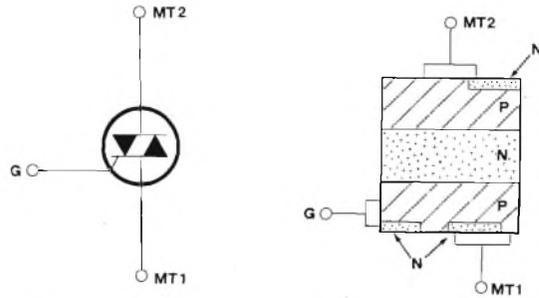

Fig. 210 - Simbolo del triac e struttura schematica interna.
**I**l triac non è altro che un tiristore-triodo che può rimanere bloccato o condurre sia in senso diretto che in senso inverso. Questo stesso funzionamento può essere ottenuto, come è noto, collegando due normali tiristori in antiparallelo. A parte però il maggior ingombro richiesto (specialmente per ciò che riguarda i radiatori di calore), questa seconda soluzione ha l'inconveniente di richiedere due sistemi di produzione di impulsi di innesco separati, a differenza del triac che invece permette di ottenere lo stesso risultato impiegando un unico sistema di produzione di impulsi di innesco. Il triac infatti possiede un unico elettrodo di controllo. Inoltre, a differenza del tiristore, il triac può essere portato in conduzione da impulsi di innesco di polarità sia positiva che negativa. La fig. 210 riporta il simbolo elettrico del triac unitamente ad una configurazione schematica della sua struttura interna mentre in fig. 211 si può vedere come tale struttura viene realizzata in pratica.